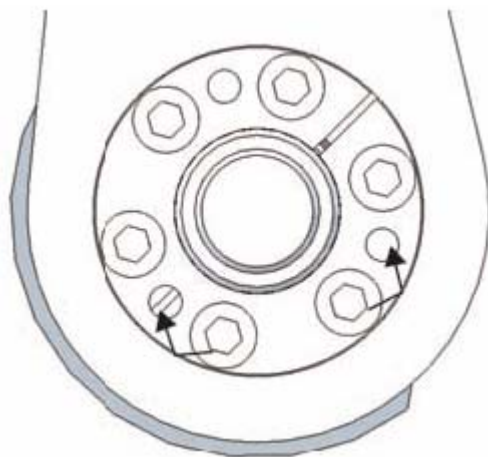

Figura 86. Fori filettati
4. Toglierne almeno due ed inserirli nei fori filettati (figura 86).